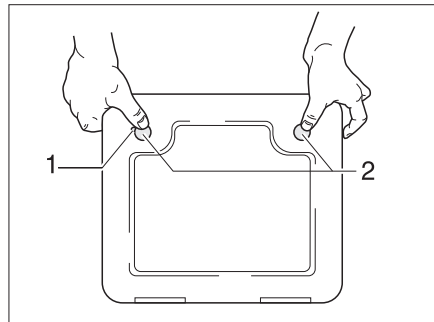

Bild 265 Klappe für die Toiletten-Kassette
- Die Klappe für die Kassette außen am Fahrzeug öffnen. Dazu den Schlüssel in den Schließzylinder des Druckschlösses (Bild 265,1) stecken und eine viertel Umdrehung drehen.
- Beide Druckschlösser (Bild 265,2) gleichzeitig mit dem Daumen drücken und die Klappe für die Kassette öffnen.